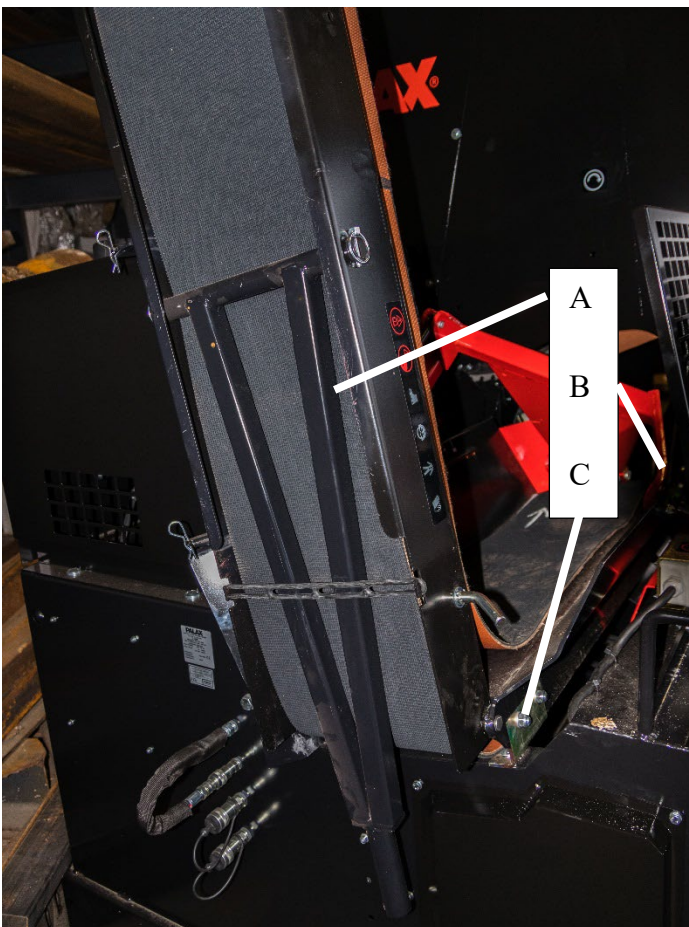

Bild 23.
7.9 Byte av inmatningstransportörens matta, bild 23